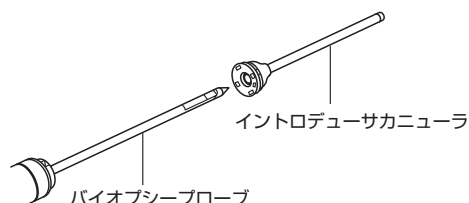

図 16
a) イントロデューサカニューラにバイオプシープローブを挿入します（図16）。